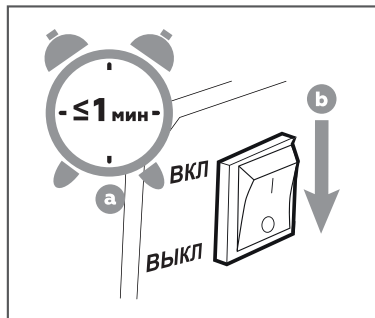

Рис. 17 Остановка двигателя
- Дайте двигателю поработать примерно 1 минуту (Рис. 17а).